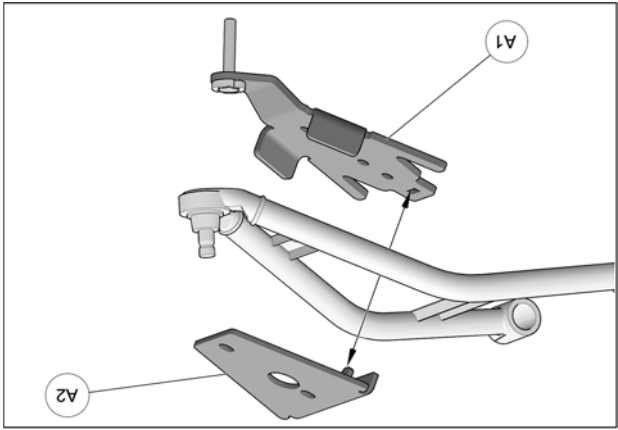

Fig. 11
5. Positionner la partie inférieure de l'ancrage anti-rotation (A1) sous le bras de suspension inférieur. Positionner la partie supérieure (A2) au-dessus du bras de suspension et insérer le tenon de la partie pliée dans le trou rectangulaire de la partie inférieure. Voir la Fig. 11